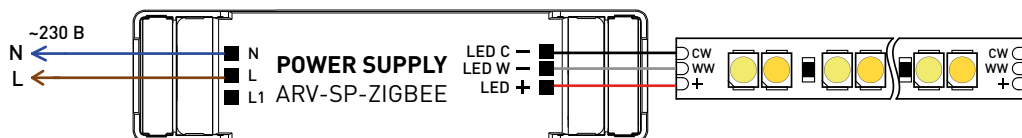

Рис. 2. Схема подключения двухканального источника питания
- 3.7. Подключите светодиодную нагрузку согласно схеме, поставляемой с этой нагрузкой, к выходным клеммам источника питания со стороны **OUTPUT**, строго соблюдая полярность: «общий +» на нагрузку — к «плюсовому» выходу источника (LED+), «холодный белый» — на нагрузку — к «минусовому холодному белому» выходу источника (CW-), «теплый белый» — на нагрузку — к «минусовому теплому белому» выходу источника (WW-) (пример подключения на рис. 2).